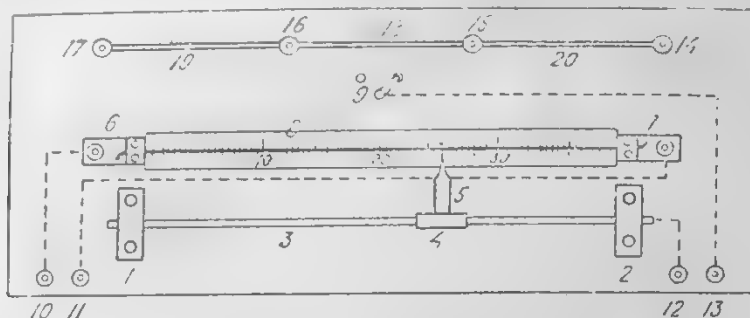

Рис. 1. Общий вид мостика
5 мм. Ближе к краю прикрепляют медную или латунную проволоку (3), длиной около 450 мм. и толщиной около 5 мм. Впрочем, толщина может быть меньше. Проволока прикрепляется к доске посредством шурупов и планок, как показано на рис. 1 и 2 (детали 1 и 2). Крепление ее можно произвести и любым другим способом. На проволоке должна быть надета трубка (4) с припаянным к ней тонким указателем из латуни. Трубка должна бегать по проволоке легко, с малым трением, в тоже время давать хороший контакт. У концов проволоки прикрепляют по два зажима: 10 и 11 — для вольтметра с элементами и 12 и 13 — для включения телефона.